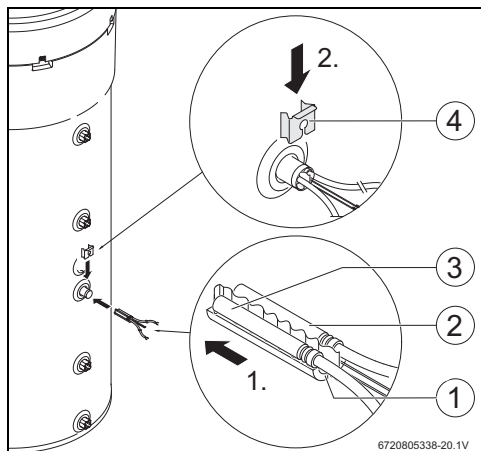

Bild 7
- ▶ Montage-Set (Bild 7, [1]), am Zubehör angeschlossenen Temperaturfühler (Bild 7, [2]) und am Regler angeschlossenen Temperaturfühler (Bild 7, [3]) montieren und wie in Bild 7 dargestellt positionieren.
- ▶ Befestigungsclip anbringen (Bild 7, [4]).